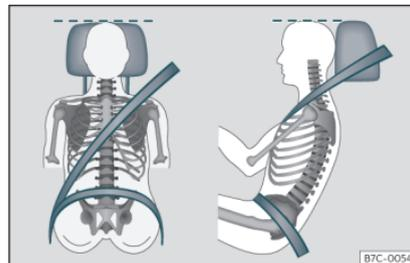

Fig. 3 Nastro della cintura e poggiatesta posizionati correttamente.
- Regolare il poggiatesta portando il suo bordo superiore alla stessa altezza della parte superiore della testa, in nessun caso mai sotto l'altezza degli occhi. Tenere la nuca quanto più vicino possibile al poggiatesta»» fig. 3.